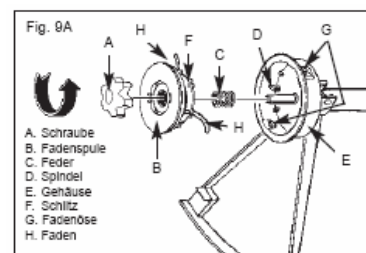
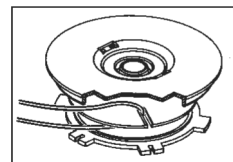

Fig. 7
Fig. 8B
1. Entfernen Sie die Schraube (A) durch Drehen gegen den Uhrzeigersinn (Fig. 7). Benutzen Sie ggf. einen Schraubenschlüssel.
2. Entfernen Sie die Fadenspule (B) und Feder (C) von der Spindel (D).
3. Entfernen Sie den verbleibenden Schneidfaden (H).
4. Legen Sie einen 14` (4.3 m) langen mit .080" (2mm) Durchmesser Faden zusammen. Legen Sie das Schlaufenende in den Schlitz der Fadenspule ein (Fig. 8B).